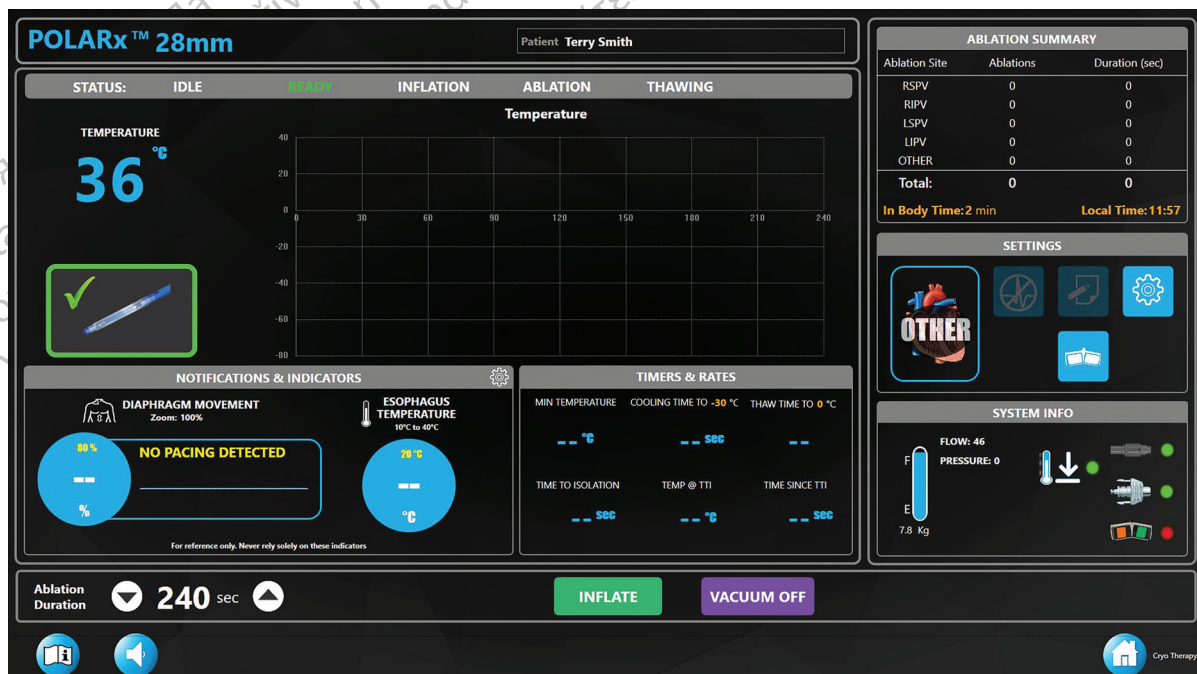

Abbildung 6. Bildschirm Therapy (Therapie) – Zustand READY (Bereit).
- Der Systemstatus sollte **READY** (Bereit) anzeigen und die Schaltfläche **INFLATE** (Aufdehnung) auf dem Bildschirm Therapy (Therapie) erscheinen (Abbildung 6). Zusätzlich sollten die Taste **START** an der Vorderseite der SMARTFREEZE Konsole und die Anzeige auf der Fernbedienung, falls diese verwendet wird, grün leuchten.